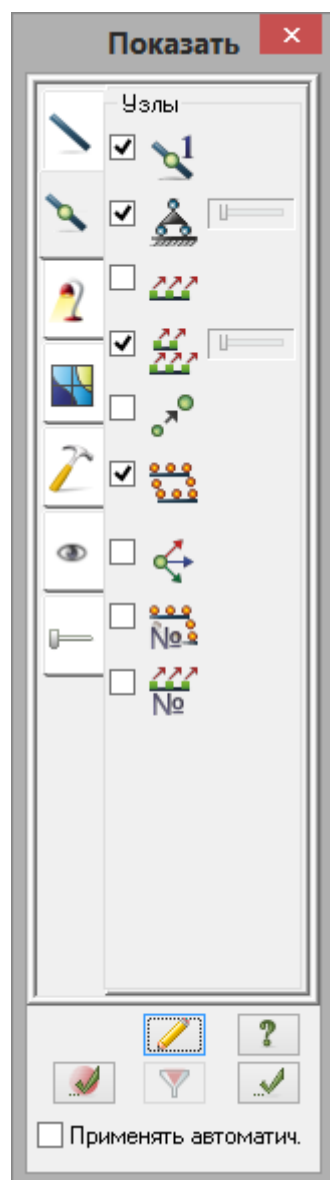

Рис.4.4. Диалоговое окно Показать
- В диалоговом окне **Показать** (рис.4.4) перейдите на вторую закладку **Узлы** и установите флажок **Номера узлов**.